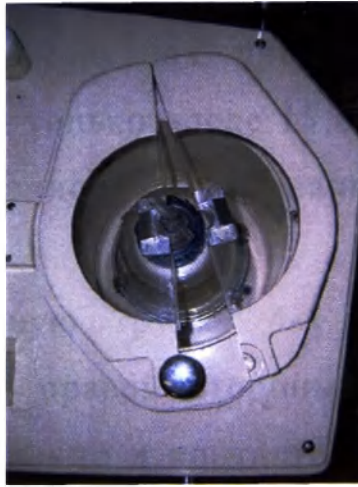

Рисунок 2.4.2
4. Опустите две половинки крышки и соедините их (рис.2.4.2).